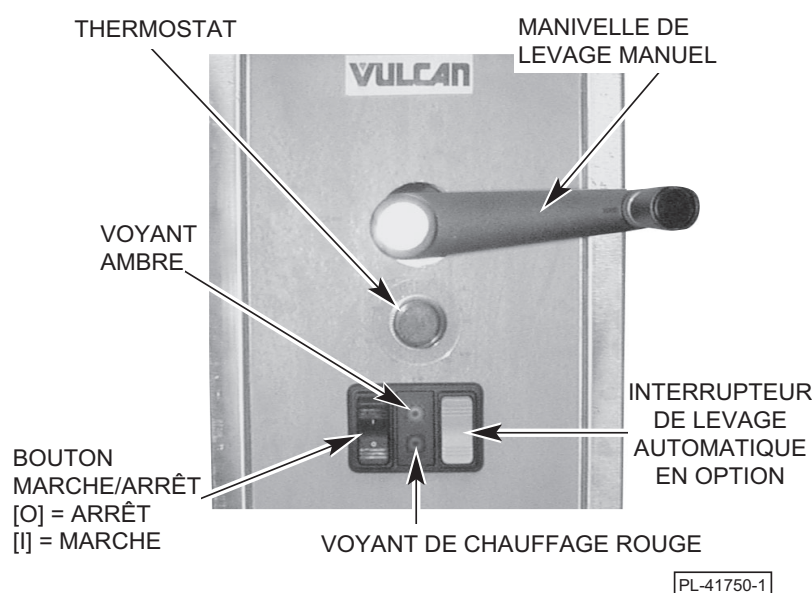

Fig. 3
Commandes (fig. 3)
Commandes (voir fig. 3)
2. Le levage de la braisière est contrôlé par l'interrupteur à bascule gris situé sur le panneau de commande (voir fig. 3).